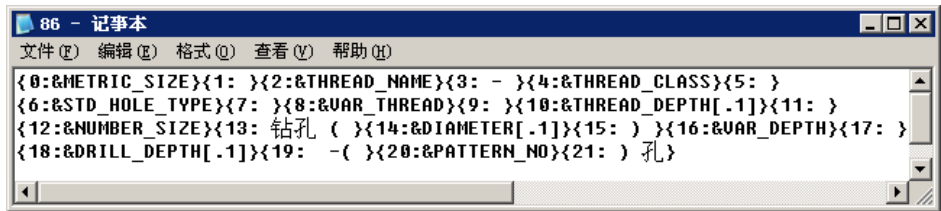

图 5.3.27 “记事本”窗口
- 修改注解文本的另一种方法是，单击“注解属性”对话框中的 **编辑器...** 按钮，系统弹出图 5.3.27 所示的“记事本”窗口，可以在记事本中修改文本内容，修改并保存记事本，再单击“注解属性”对话框中的 **确定** 按钮，即可修改文本内容。
- 从图 5.3.27 所示的“记事本”窗口中可看出，注解文本被系统分解成可独立于其余注解而单独处理的文本区域，每个文本区域以大括号与其他文本区域相隔开，并且在每个文本区域中，系统在之前加以整数标签。标签标明文本的起始顺序及